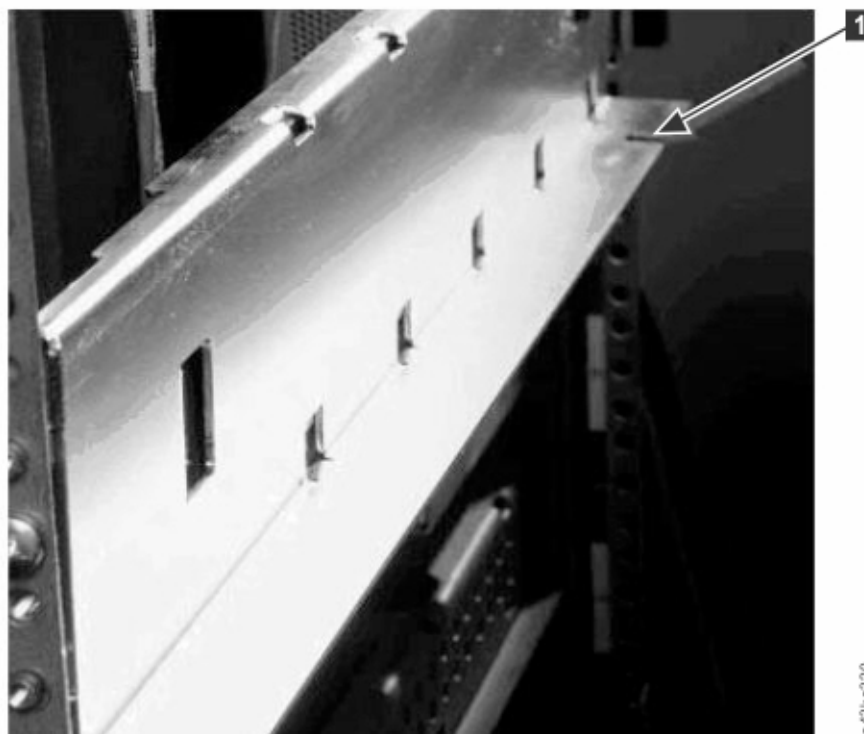

図 42. 位置合わせピンの穴
- a. モジュールのペアの上部にある位置合わせレバーをロック状態または使用状態の位置に移動します。抵抗がある場合は、位置合わせ機構のピンが下部モジュールの合わせ穴に入るように、上部モジュールの位置を調整します。それでも抵抗がある場合は、ラック・レールが正しく取り付けられているか確認してください。位置合わせピンの穴が、ラックの背面に向かって伸びている左側のレール(前面から見て)上にあることを確認します。1(51ページの図42)を参照してください。